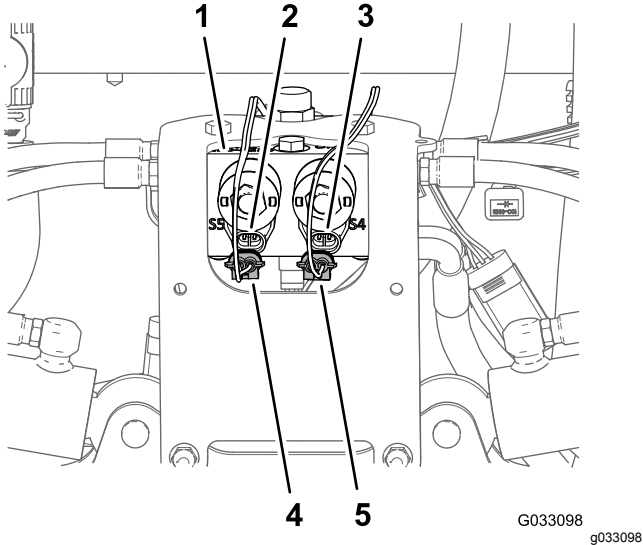

图 16
1. 从提升油缸阀箱右油缸启用电磁头的 2 针接头中断开超声波喷洒臂线束的 2 针接头 图 16。
2. 从提升油缸阀箱左油缸启用电磁头的 2 针接头中断开超声波喷洒臂线束的 2 针接头 图 16。